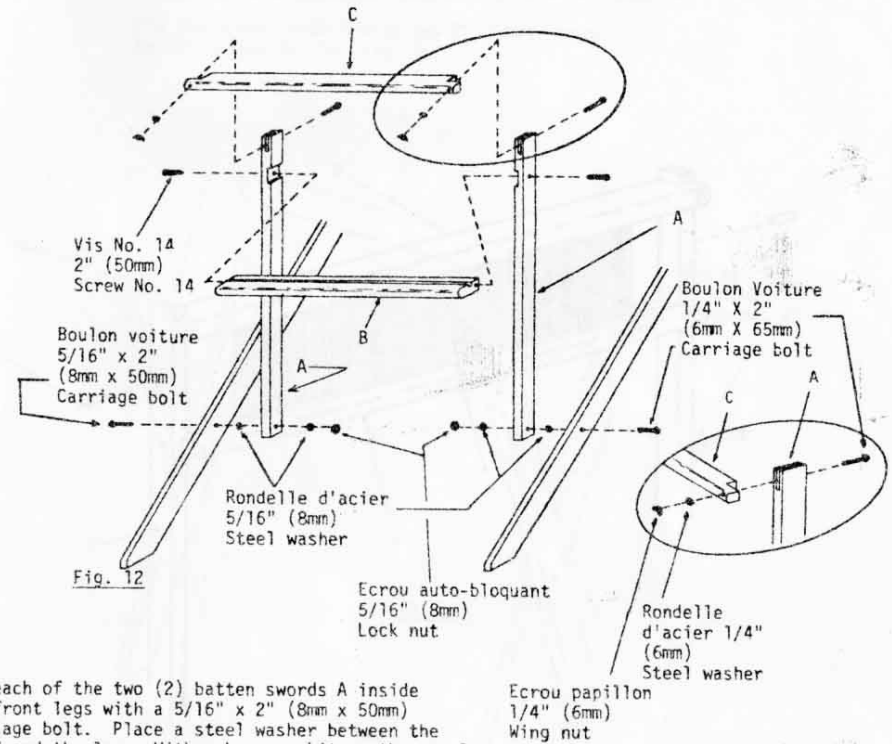

Fig. 12
Fixer chacune des deux (2) épées de battant A à l'intérieur des pattes avant avec un boulon voiture 5/16" x 2" (8mm x 50mm). Placer une rondelle entre l'épée et la patte. En utilisant un marteau, frapper sur la tête du boulon jusqu'à ce que celle-ci soit bien appuyée contre la patte. Placer une rondelle et visser complètement un écrou auto-bloquant 5/16" (8mm) sans serrer avec excès. L'épée doit pivoter, sans jeu (fig. 12).
Fixer la semelle B avec deux vis à tête ronde No. 14 de 2" (50mm). Fixer le chapeau C avec deux boulons voiture 1/4" x 2 1/2" (6mm x 65mm), deux rondelles d'acier et deux écrous papillons 1/4" (6mm) (fig. 12).
Fix each of the two (2) batten swords A inside the front legs with a 5/16" x 2" (8mm x 50mm) carriage bolt. Place a steel washer between the sword and the leg. With a hammer, hit on the steel washer and screw completely a 5/16" (8mm) lock nut without overtightening it. The sword must swivel without looseness (fig. 12).
Fix the batten sley B with two 2" (50mm) round-headed screws No. 14. Fix the batten handtree C with two 1/4" x 2 1/2" (6mm x 65mm) carriage bolts, two steel washers and two 1/4" (6mm) wing nuts (fig. 12).